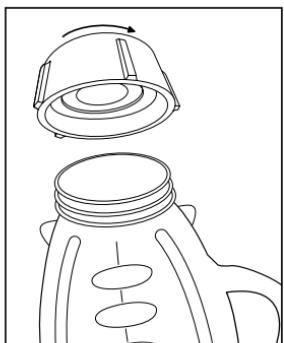

FIGURA 3
4. Junte hasta trabar el disco de fondo roscado con el aro. Coloque el aro sobre la cuchilla y el vaso. (*Nota: Si hay ranuras en la parte superior del aro, alinéelas con las muescas del vaso.*) Coloque el aro sobre el vaso y gire el disco con fondo roscado en sentido horario para apretar. (*Figura 3*)